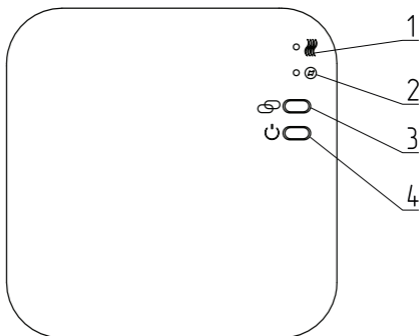

Рис. 3 Расположение элементов управления и индикации приемника
1. Удерживайте кнопку сопряжения «» (см. Рис. 3, поз.3) на приемнике в нажатом состоянии, до тех пор, пока индикатор «Нагрев» «» (см. Рис. 3, поз.1) не начнет быстро мигать;
1. Удерживайте кнопку сопряжения «» (см. Рис. 3, поз.3) на приемнике в нажатом состоянии, до тех пор, пока индикатор «Вкл» «» (см. Рис. 3, поз.2) не начнет быстро мигать;
5. Нажмите и удерживайте кнопку сопряжения на приемнике, пока индикатор «Нагрев» «» (см. **Рис. 3, поз.1**) не начнет быстро мигать.
Для терморегулятора ZOTA ZT-20W WiFi нажмите и удерживайте кнопку сопряжения на приемнике, пока индикатор «Нагрев» «» (см. **Рис. 3, поз.1**) не начнет быстро мигать.
Для терморегулятора ZOTA ZT-20W Wi-Fi OT+ нажмите и удерживайте кнопку включения/выключения на приемнике, пока индикатор «Вкл» «» (см. **Рис. 3, поз.2**) не начнет быстро мигать.